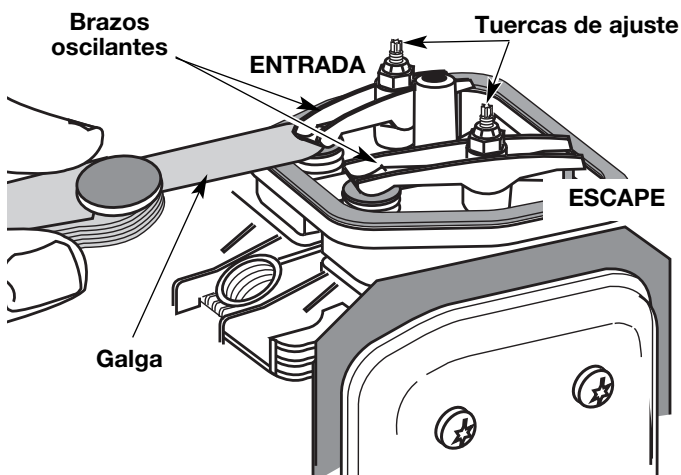

Fig. 26
- El pistón se encuentre en la parte superior de su recorrido mientras mira dentro del orificio de la bujía de encendido (Fig. 26).
8. Deslice la galga entre el brazo oscilante y el resorte de retorno de la válvula. Mida el huelgo entre el vástago de la válvula y el brazo oscilante (Fig. 26 y 27). Realice esto en las válvulas de entrada y de escape.